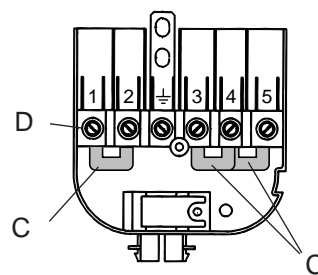
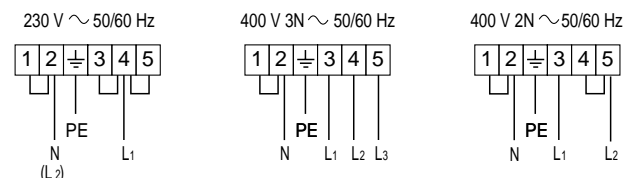

Fig. 6.3
Fig. 6.4
- ✓ Plaats de stroombruggen C op de contacten D (afb. 6.3) in overeenstemming met het schema in afb. 6.4.
- ✓ Haal de voedingskabel – deze moet van een geschikt type zijn en een geschikte doorsnede hebben (zie hieronder) – door de opening F in het deksel B en sluit de fasen en de aardedraad aan op de bijbehorende contacten D, in overeenstemming met het schema in afb. 6.4.